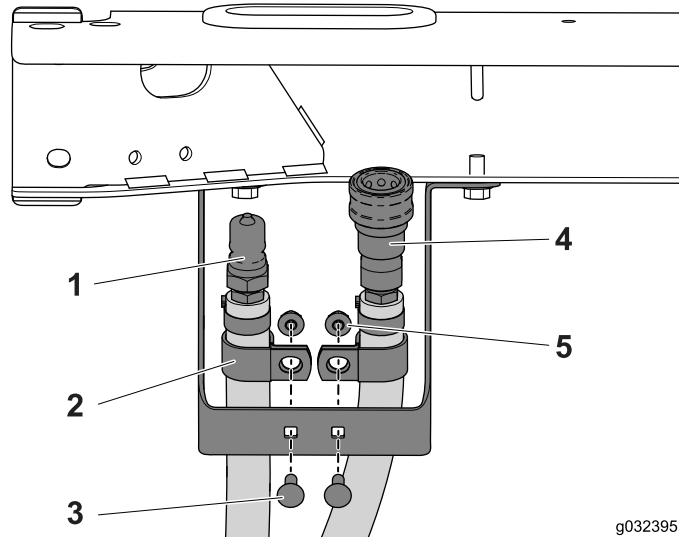

Bild 28
4. Befestigen Sie die R-Klemme und den Schlauch mit den zwei Schlossschrauben (1/4" x 3/4") und Bundmuttern an der Halterungsbefestigung (Bild 28).
3. Schieben Sie eine R-Klemme auf jeden Schlauch (Bild 28).